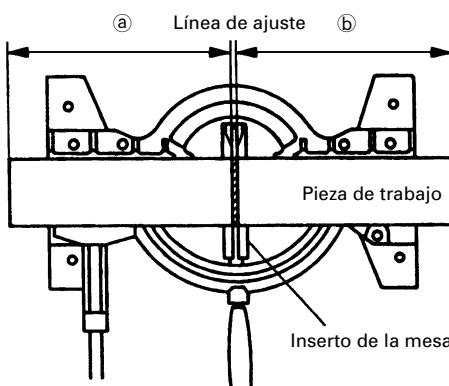

Fig. 15
- (1) Como se muestra en la Fig. 15, la anchura de la hoja de sierra es la de corte. Por lo tanto, deslice la pieza de trabajo hacia la derecha (vista desde la posición del operador) cuando desee la longitud (b), o hacia la izquierda cuando desee la longitud (a).
- (2) Cuando la hoja de sierra haya alcanzado la velocidad máxima, empuje cuidadosamente hacia abajo la empuñadura hasta que la hoja de sierra se acerque a la pieza de trabajo.
- (3) Cuando la hoja de sierra haya entrado en contacto con la pieza de trabajo, empuje gradualmente hacia abajo la empuñadura para cortar dicha pieza.
- (4) Despues de haber cortado la pieza de trabajo con la profundidad deseada, desconecte la alimentación de la herramienta eléctrica y deje que la hoja de sierra se pare completamente antes de levantar la empuñadura de la pieza de trabajo para devolverla a su posición de completamente retraída.